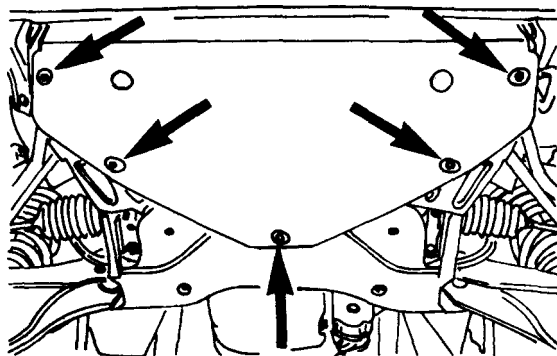

Рис. 1.43. Стрелки указывают места крепления нижнего щитка передней части автомобиля.
7. Снизу автомобиля отверните 5 винтов крепления защиты двигателя и снимите ее (см. рис. 1.43).